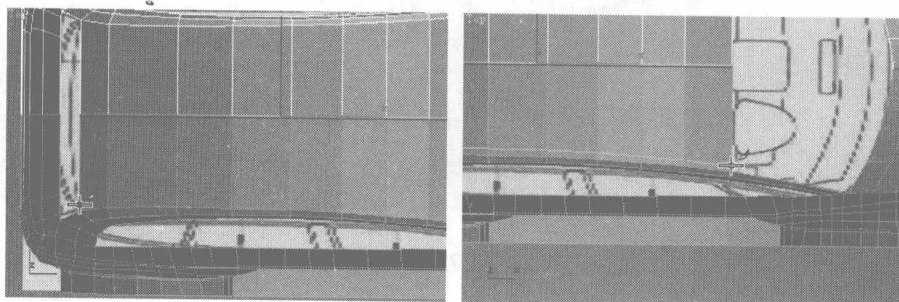
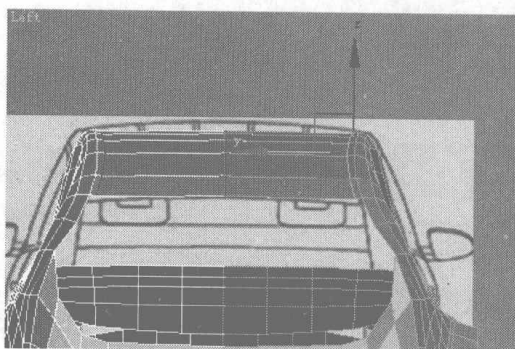

图 7.92
图 7.93
- 47 单击右键，在弹出的快捷菜单中选择 Cut 命令，在车顶切出细分曲线，如图 7.92 所示。然后移动曲线的位置，如图 7.93 所示。